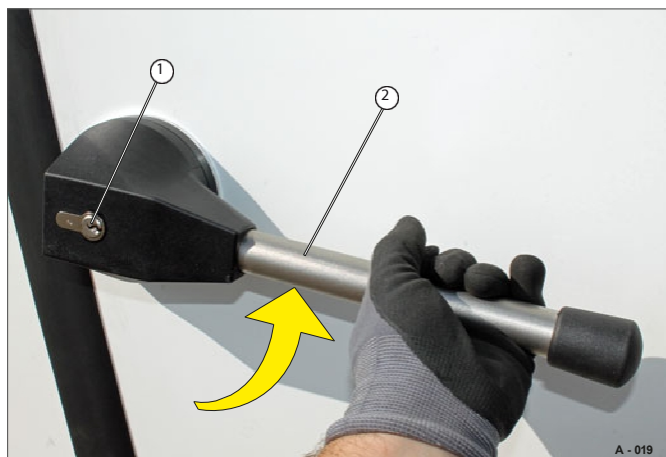

Fig. 19 Desbloqueio da fechadura de alavanca rotativa
- Puxar firmemente a alavanca rotativa (Fig. 19/2) - a folha da porta sai da vedação.
- Desbloquear a fechadura de cilindro (Fig. 19/1) com uma chave.
- Rodar a alavanca rotativa (Fig. 19/2) para a posição horizontal.